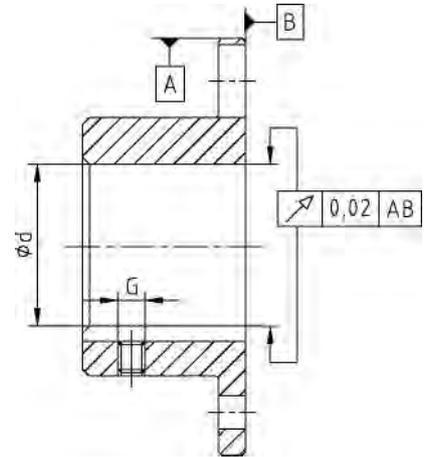

figura 20: concentricità e planarità
- Per la foratura del mozzo, se eseguita dal cliente, si devono rispettare la concentricità e la planarità (vedere la figura 20).